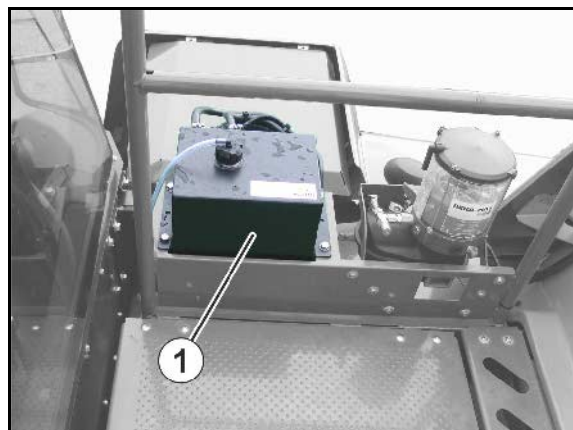

Fig. 166
1. Stil en opfangsbeholder under lukkeskruen (Fig. 166/1).